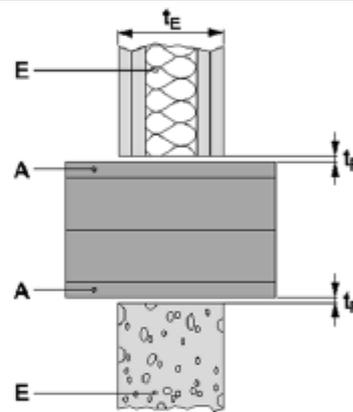

Abbildung 3
- Hilti Brandschutzmodulbox CFS-MB (2xA) oder seine Hälfte (A) wird in einer rechteckigen Öffnung in einer Wand oder Decke zentriert eingebaut. Wird nur eine Hälfte verwendet, muss die offene Seite zu einer Wand oder Decke orientiert sein.
- Abbildung 3